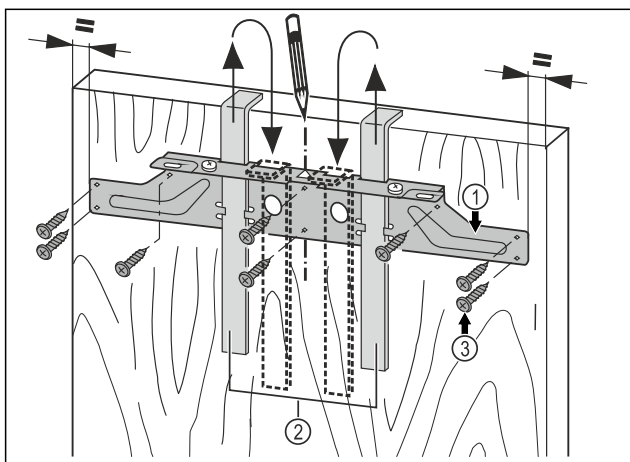

Fig. 45
- Objesite pričvrtnu poprečnu letvicu Fig. 45 (1) s pomoću montažnih pomagala Fig. 45 (2) na unutarnju stranu vrata namještaja.
- Poravnajte pričvrtnu poprečnu letvicu Fig. 45 (1) u sredini na vratima.
- Pričvrstite pričvrtnu poprečnu letvicu Fig. 45 (1) s pomoću najmanje 6 vijaka Fig. 45 (3).
- Pričvrstite pričvrtnu poprečnu letvicu Fig. 45 (1) s pomoću 4 vijaka Fig. 45 (3) na rubu.
- Izvucite montažna pomagala Fig. 45 (2) prema gore i utaknite ih okrenute u susjedne prihvatne otvore.